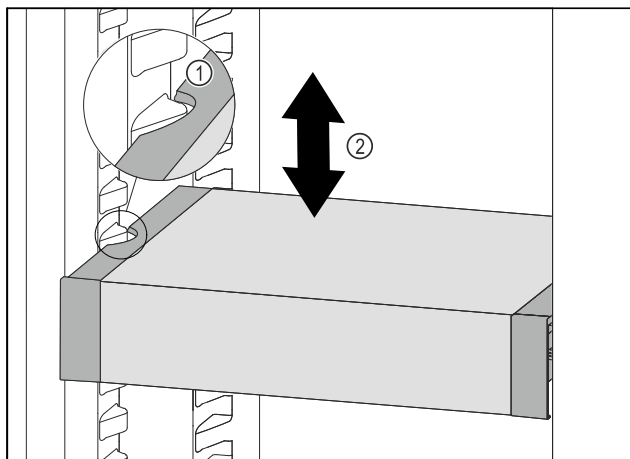

Fig. 133
- ▶ Изтеглете VarioSafe напред, докато страничните прорези на VarioSafe се намират на височината на ребро на съда в хладилната част. Fig. 133 (1)
- ▶ Преместете VarioSafe нагоре или надолу в хладилната част, докато се достигне желаната височина. Fig. 133 (2)